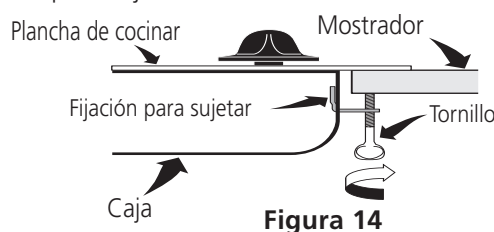

Figura 14
5. Informacion para sujetar el aparato. Una vez que el aparato está instalado en la apertura del mostrador, se tiene que sujetar como se va a indicar en la figura 14.